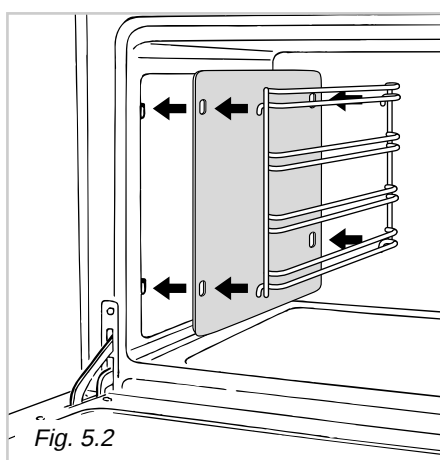

Fig. 5.2
- Bij de modellen die standaard voorzien zijn van katalytische panelen, bevestigt u de inschuifrekken aan de zijwanden van de ovenruimte met de katalytische panelen ertussen (Afb. 5.2).